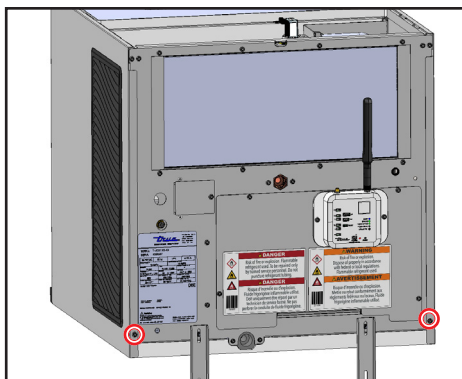

Fig. 5. Ubciazioni delle viti del pannello laterale.
3. Togliere le viti posteriori del pannello laterale. Si veda la Fig. 5.